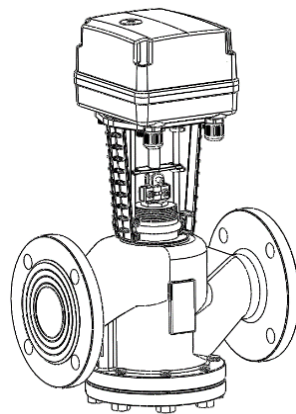

Рисунок 3
Установку электрического привода ENCO-330M(B) на корпус регулирующего клапана проводить в следующем порядке (рисунок 3):